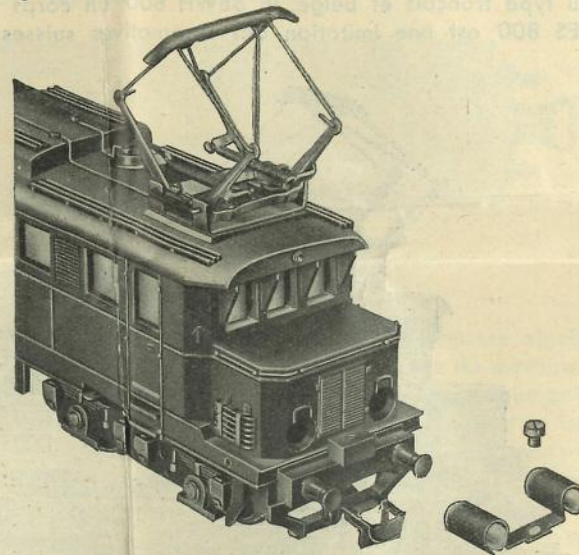

Fig. 2 Vorderteil mit Lampenhalter
- 7) S'il s'agit de la locomotive RES 800, on aura soin d'enlever de la machine le phare supérieur, après avoir desserré la vis de fixation du support des phares (Fig. 2) aménagé sur le toit.
- 7) Die obere Stirnlampe der RES 800 ist nach Lösen der Befestigungsschraube für den Lampenhalter (Fig. 2) am Dach aus der Maschine herauszunehmen.
- 7) On Model RES 800, the upper head lamp should be removed from the engine after slackening the bulb holder screw at the roof (Fig. 2).